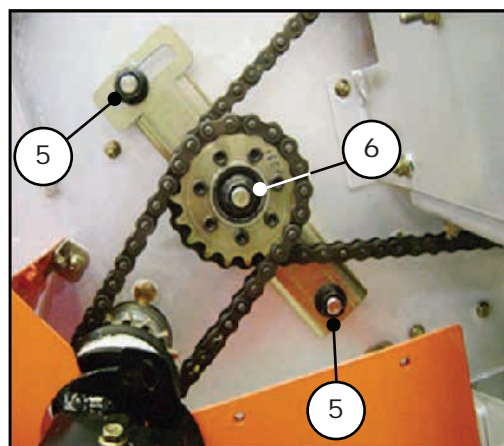

Figura 05
c) Soltar a porca do Esticador do Caracol de ambos os lados (item 5) figura 05;
d) Soltar a porca (item 6) da figura 05 de ambos os lados;